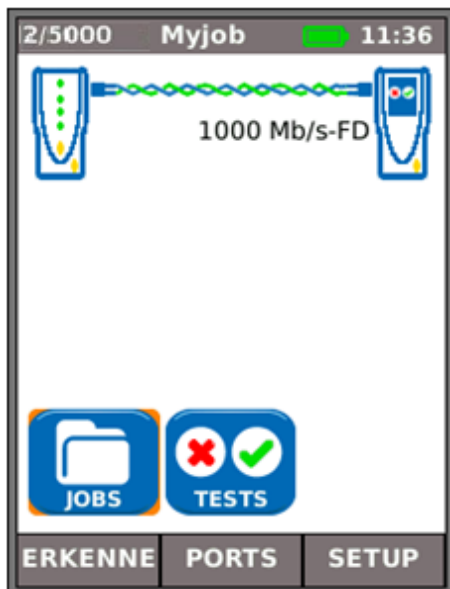

Abb. 8
- (1) Bei direktem Anschluss von Display- und Remote-Handgerät über Kupfer- oder Glasfaserkabel: den Softkey ERKENNE (F1) drücken, um alle verfügbaren Optionen aufzurufen (Abb. 8). Neben Verdrahtungstests (Kupfer) kann auch die Kabelleistung geprüft und gemessen werden. Für eine vollständige Beschreibung dieser Optionen siehe *Beschreibung des Testmenüs - Ethernet-Modus, Seite 24*.